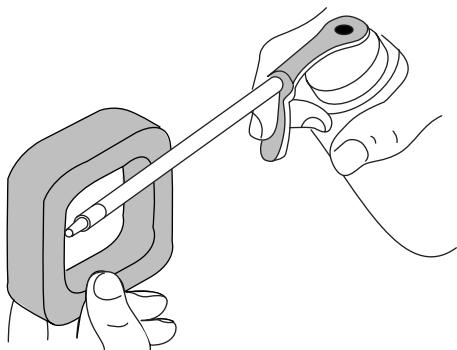

Fig. 58
4. Aplique suficiente aceite limpio de motor SAE 30 para recubrir ligeramente el filtro (Fig. 58).